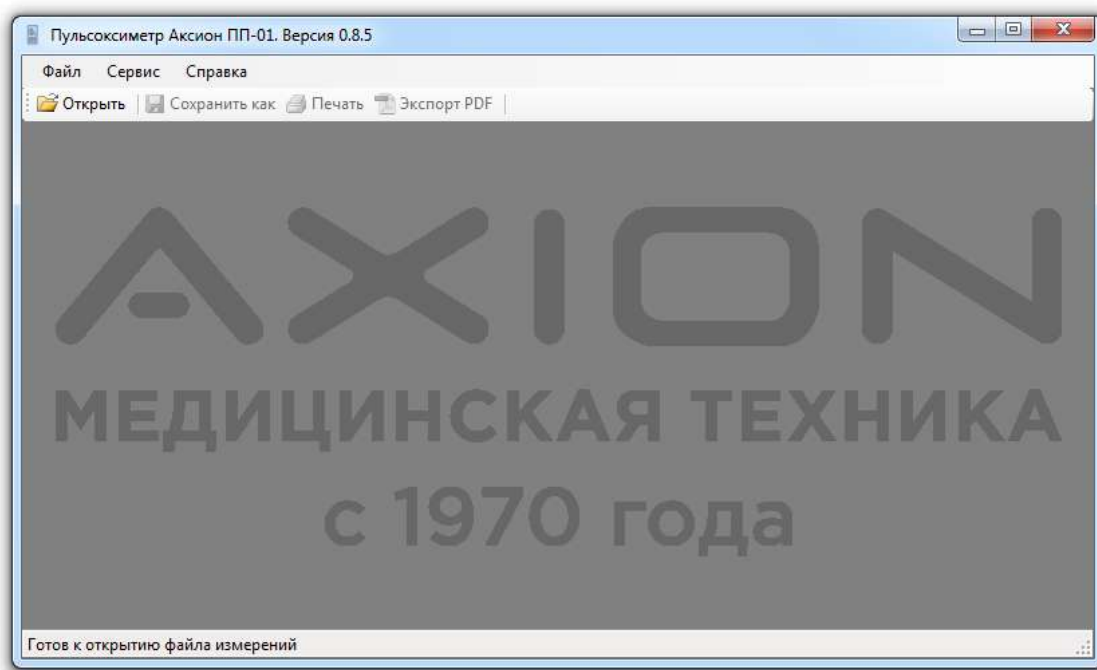

Рисунок 3.8 – Внешний вид программы
3.5.1.2 В случае корректного запуска программы на экране монитора появится главное рабочее окно (рисунок 3.8).